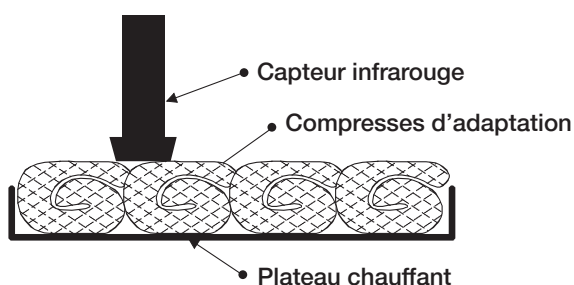

Fig. 2 : Préchauffage des compresses d'adaptation dans le SAHARA-TSC
- Ouvrez le couvercle de l'appareil et placez le nombre nécessaire de compresses d'adaptation (jusqu'à 4) dans le plateau chauffant, comme indiqué à la figure 2. Placez le capteur infrarouge entièrement sur la compresse placée en dessous.